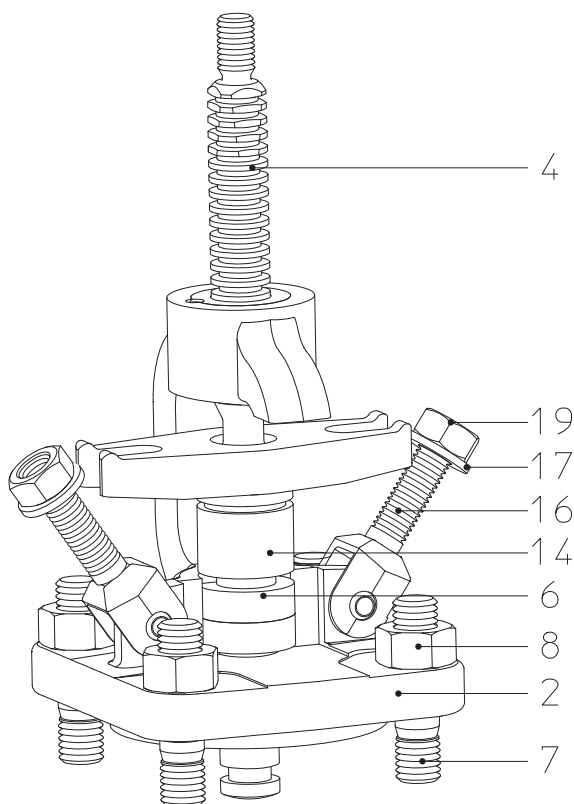

Fig. 6: Ejecución con tornillos articulados
Dado el caso, volver a empacar la junta de prensaestopas (pos. 6) obsérvense las indicaciones de advertencia (Fig. 6)